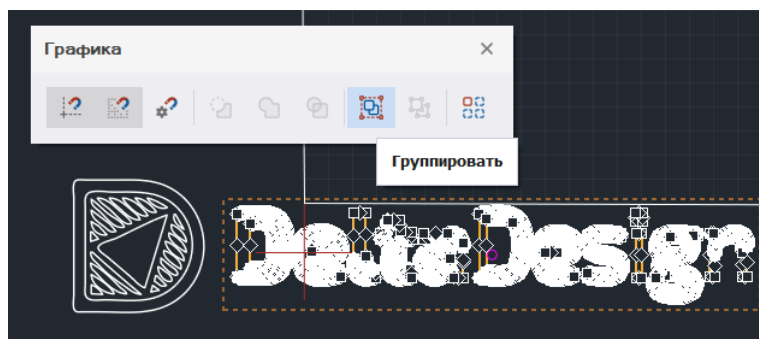

Рис. 48 Вызов инструмента «Группировать»
**Совет!** Для перемещения множества импортированных объектов используйте инструмент «Группировать» в панели «Графика» или «Графика» в контекстном меню → «Группировать», см. Рис. 48.